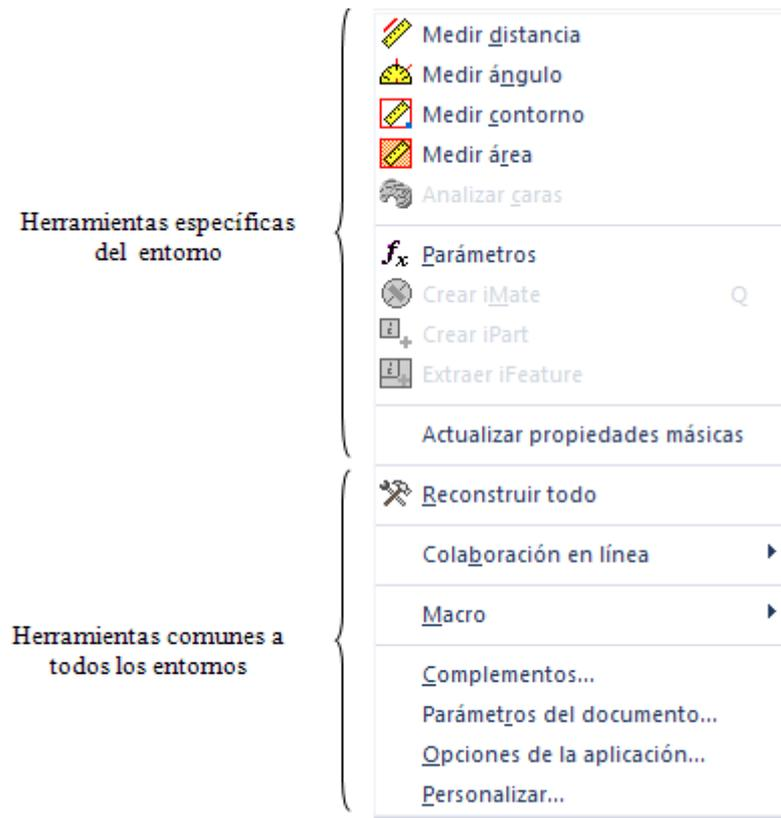

Figura 7. Herramientas del entorno.
- **Herramientas:** Algunas de las herramientas disponibles son específicas de cada entorno, por lo que el contenido de este menú dependerá del entorno activo. Generalmente las herramientas aquí contenidas están disponibles en otras localizaciones como la barra del panel. Sin embargo, también se encuentran algunas aplicaciones comunes a todos los entornos, ver figura 7.